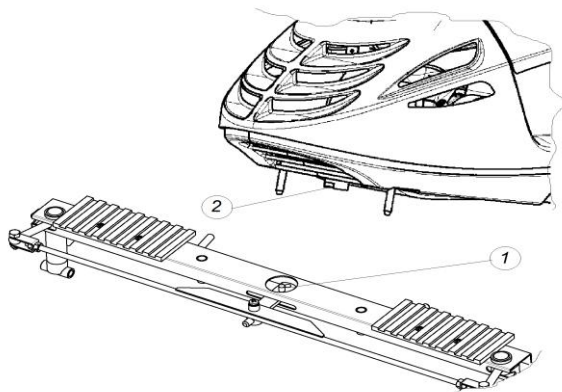

Рис.2
- 5.4 Приподнять мототрансформер спереди и вставить снизу переднюю балку 4 по направляющим мотоблока 15 таким образом, чтобы пластина сошки 1 (Рис.2) вошла в паз вилки рулевого вала 2 (Рис.2). При этом руль и рулевая сошка балки должны находиться в направлении движения «прямо». Зафиксировать балку поворотом ручек фиксаторов 12 и 13 назад на 180°.